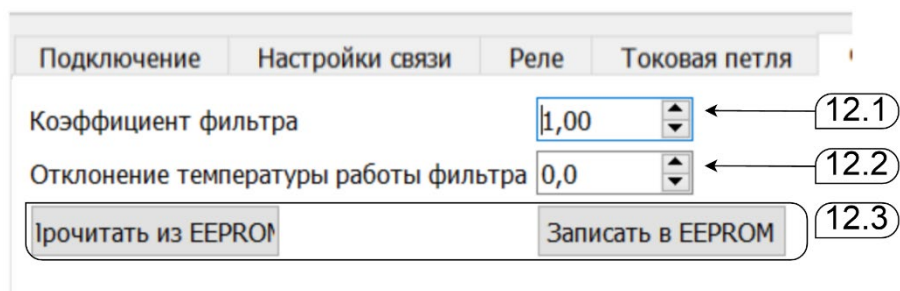

Рисунок 12 Фильтр- Вкладка программы ПК: 12.1-12.2 – параметры работы фильтра пирометра; 12.3 прочтение/запись EEPROM
9.6.1 Изменяемые параметры фильтра (см. Рисунок 12 : пп. 12.1-12.2)
9.6.2 Запись в устройство (см. Рисунок 12 : п. 12.3)